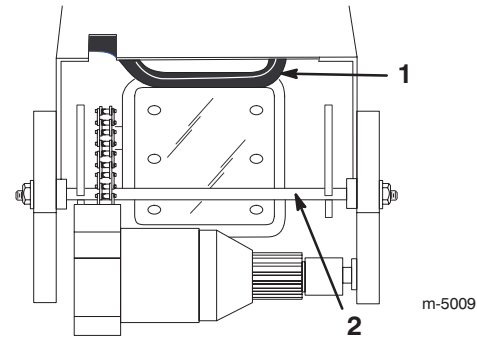

Bild 3
8. Verschieben Sie den Verriegelungsarm, damit die Achse freigegeben wird (Bild 3).
9. Ziehen Sie an der Achse nach oben, wobei der Ver- riegelungsarm zurück gehalten werden muss (Bild 3).
10. Ziehen Sie die Achse weiter nach oben, bis die Verriegelungsstange einrastet (Bild 3).